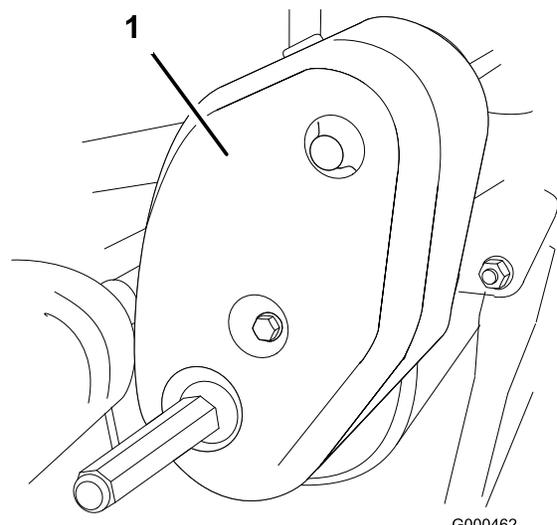

Figura 44
1. Retire las fijaciones de la cubierta de la correa y la cubierta para tener acceso a la correa (Figura 44).